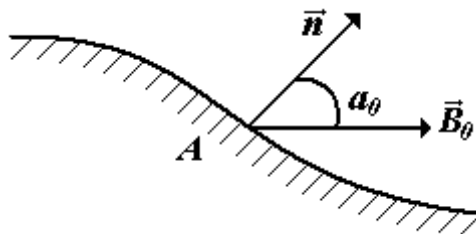

Рис.9
24. Вблизи т.А границы магнетик-вакуум магнитная индукция в вакууме равна B_0 и составляет угол α_0 с нормалью к границе раздела в данной точке. Магнитная проницаемость магнетика μ . Определите магнитную проницаемость B в магнетике вблизи т.А (рис.9).